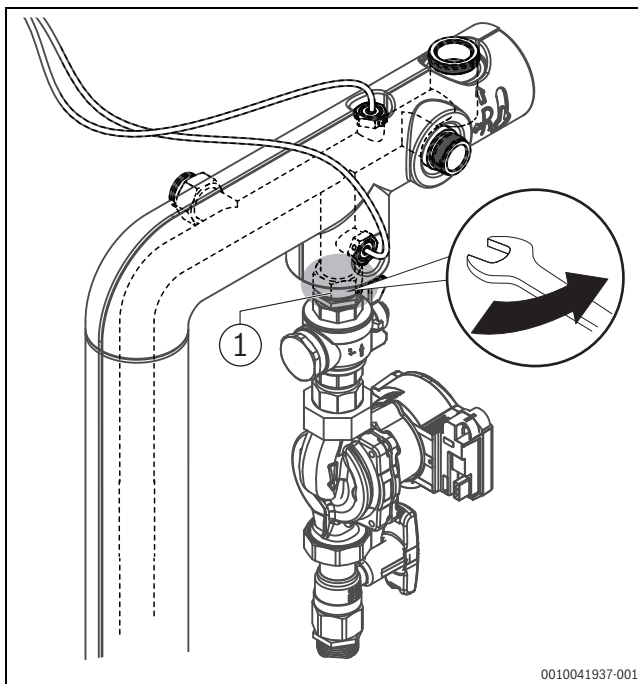

Fig. 6 Desserrer l'écrou-raccord
- ▶ Desserrer l'écrou-raccord au-dessus du robinet à boisseau sphérique supérieur et tourner le tube de la pompe de 90° vers la droite (→ fig. 6).